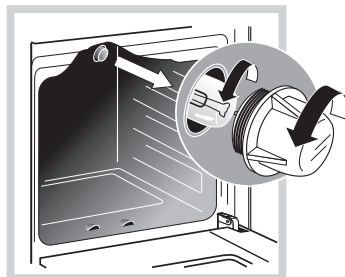

Рис.23
- Открутите стеклянный плафон (рис.23)